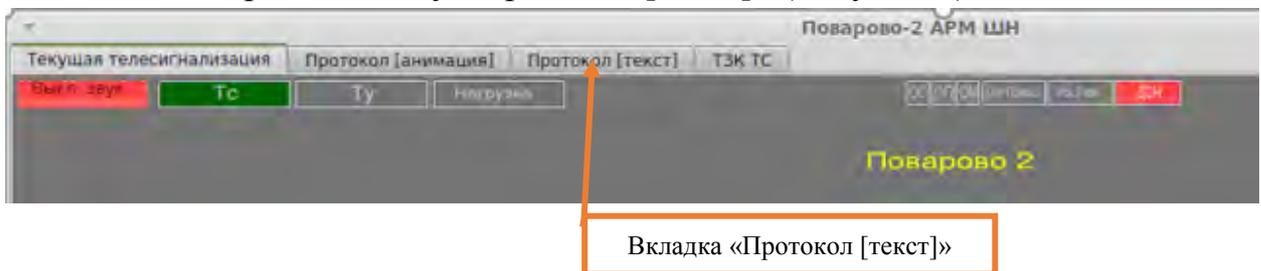

Рисунок 5. Вкладка «Протокол [текст]».
7.1.2. Выбрать вкладку «Протокол [текст]» (Рисунок 5).